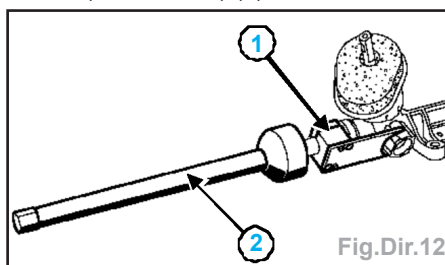

Fig.Dir.12
- Mettre en place l'immobilisateur (**Dir. 1306-04**) (1) sur le barreau de direction du côté pignon (Fig.Dir.12).
- Débloquer la rotule axiale à l'aide de l'outil (**Dir.1305-01**) (2).